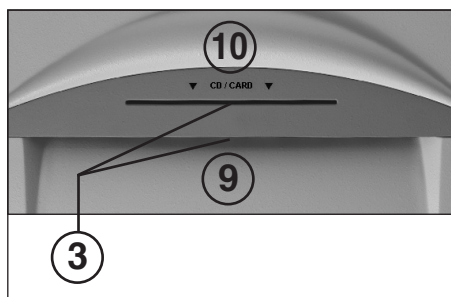

Fig. 2
- 3 = Fotocellula (scorrimento in avanti) (Fig. 2)**
- Immettere carta nella taglierina attraverso la bocca apposita (9) (Fig. 2).
- I supporti dati (CD, DVD o carte di credito) devono essere immessi nella taglierina attraverso l'apposita bocca di CD/DVD disposta separatamente (10) (Fig. 2).